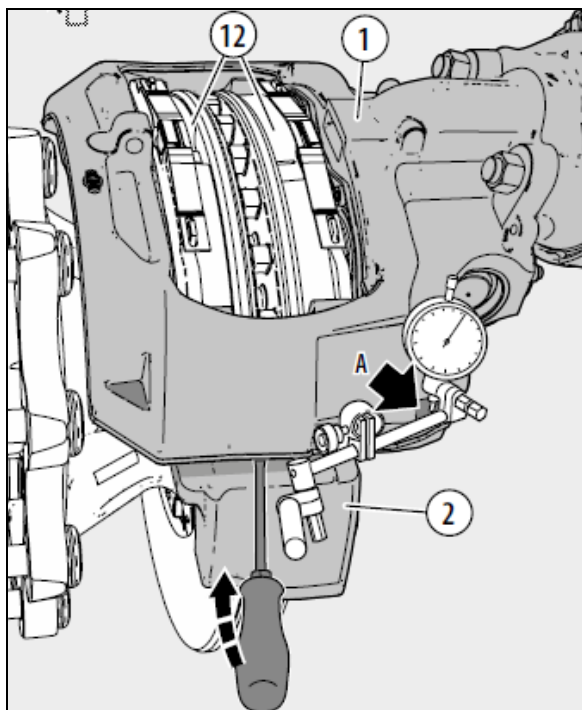

FIGURE 43: PARVENIR À LA VALEUR MAXIMALE DU JEU DU MÉCANISME DE GUIDAGE
3. Fixer un support de comparateur à base magnétique sur le support (2) sur le côté d'appui flottant de l'étrier (1). Utiliser l'embout en fonte sur l'étrier (1) comme point de mesure (voir flèche A, Figure 43).
5. Placer un outil adapté (par ex. un tournevis d'au moins 200 mm de long) au centre entre le support (2) et l'étrier (1), et les soulever dans les directions opposées (à la main, avec une force "normale").